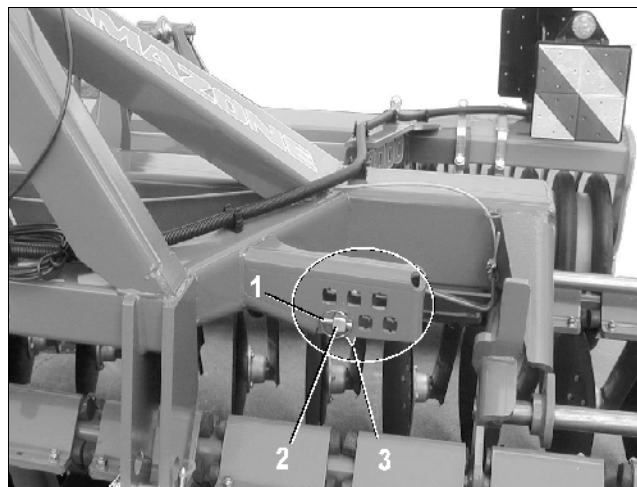
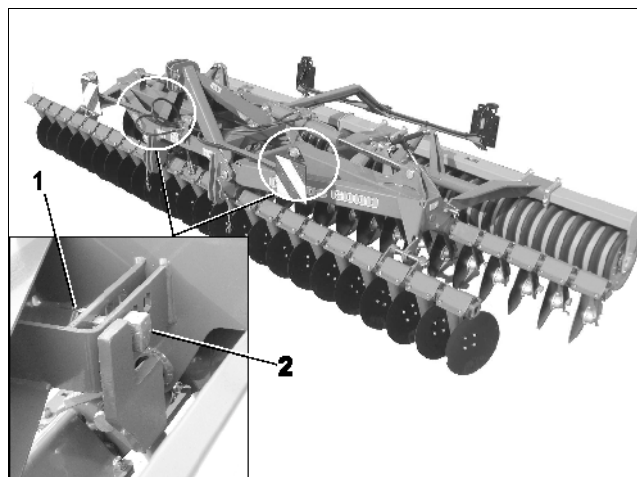

Fig. 17
Fig. 18
Catros 3001, 4001: Fig. 17
Catros 4001-2 bis 6001-2: Fig. 18
- Demontera låssprintar (Fig. 17/3 och Fig. 18/1) lösen.
- Montera excentersprintarna (Fig. 17/2 och Fig. 18/2) i önskad position.
Grundinställningsläget är markerat med en pil (Fig. 17/3).